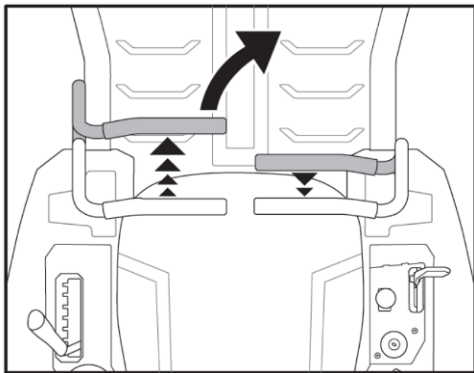

Fig.16A
1. För att svänga åt höger flyttar du den högre spaken för drivningskontroll bakom vänstre spaken. (Fig. 16A)